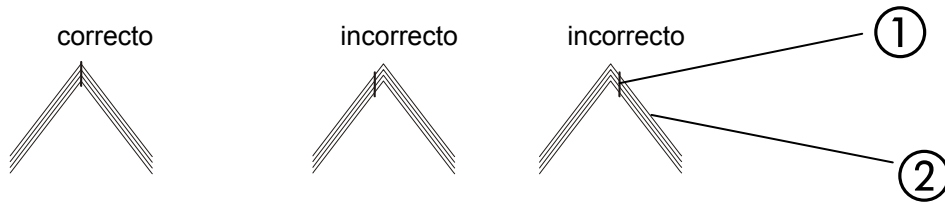

Fig. 17
Las piezas de centrado sólo se emplean en un cosido en U. Sirven para el posicionamiento exacto de la grapa adhesiva ① en el centro de plegado del arco② (- comp. Fig. 17 -)